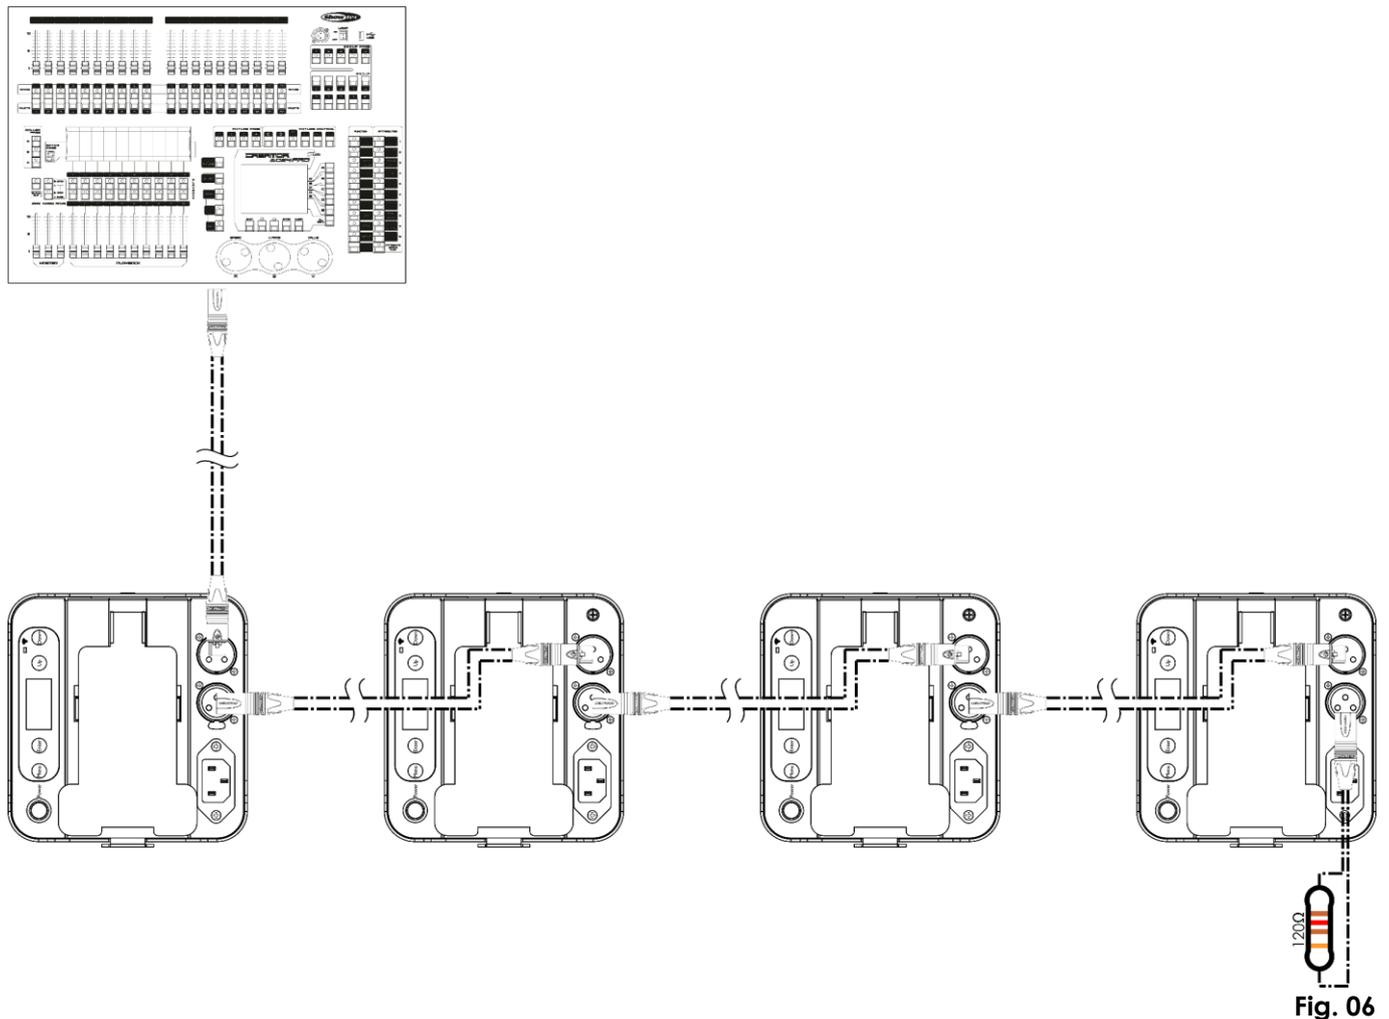

Fig. 06
- 04) Collegare le unità come indicato nella (Fig. 06). Collegare un cavo di segnale DMX dall'uscita "out" DMX della prima unità all'ingresso "in" della seconda unità. Ripetere questo processo fino a collegare la seconda, la terza e la quarta unità.